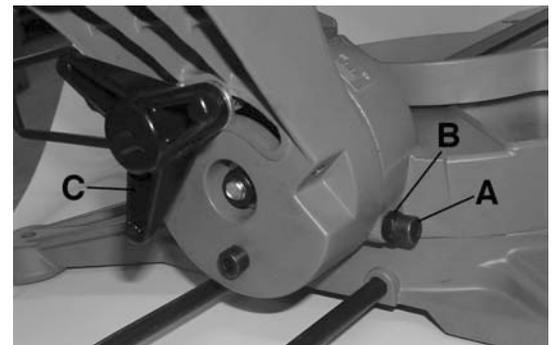

Figure 12
11. Désérrez le boulon à tête cylindrique (A) Fig.12 et l'écrou hexagonal (B) qui se trouvent au côté droit du support du biseau. Désérrez le bouton de verrouillage du biseau (C).
12. Ajustez le boulon à tête cylindrique (A) pour redresser l'alignement de la lame avec l'équerre.
13. Reserrez le bouton de verrouillage du biseau et serrez l'écrou hexagonal (B) contre le support du biseau. Revérifiez l'alignement, répétez si nécessaire.
5. Deserre le bouton de verrouillage du biseau (C) Fig.12 et inclinez la tête vers la gauche à l'angle désiré (entre 0° et 45°). Reserrez le bouton de verrouillage.
5. Deserre le bouton de verrouillage du biseau (C) Fig.12 et déplacez la tête vers la gauche à l'angle désiré (entre 0° et 45°). Reserrez le bouton de verrouillage.